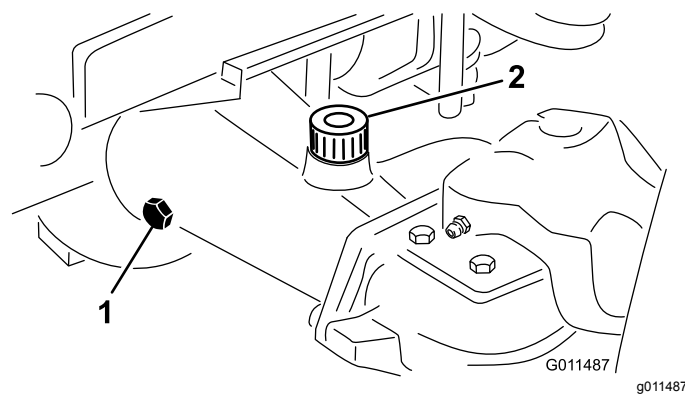

Рисунок 17
2. Снимите контрольную пробку с одного конца моста и убедитесь, что масло доходит до нижнего края отверстия (Рисунок 17).